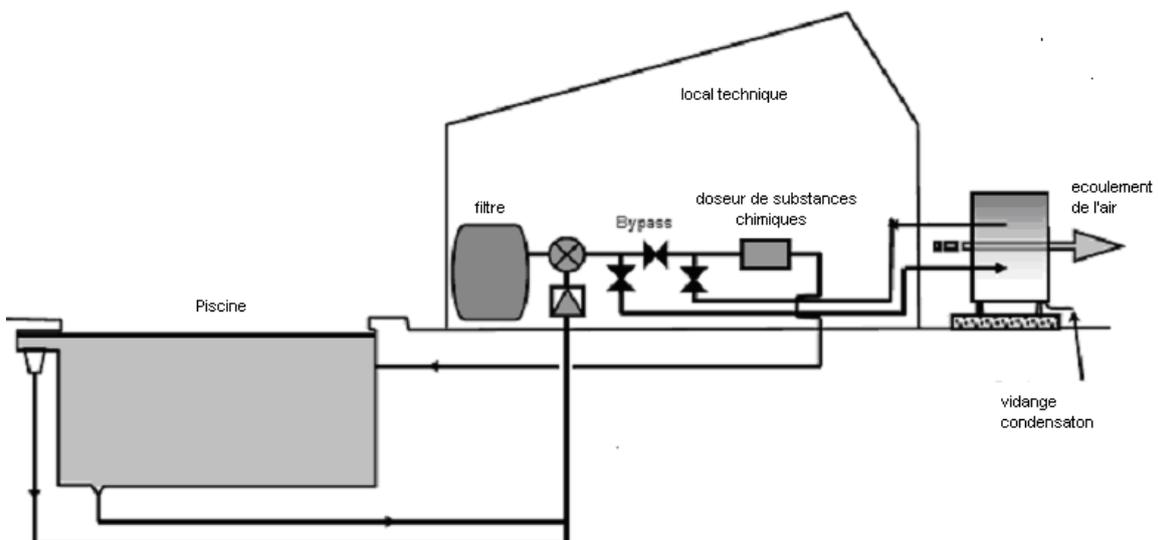

Figure 6: Disposition habituelle des composants qui constituent le circuit hydraulique.
- Vanne de by-pass sur le circuit hydraulique, voir Figure 6.
⚠ **Le débit d'eau minimal à l'entrée de la pompe à chaleur ne doit pas être inférieur à la valeur requise pour le modèle considéré, voir Paragraphe 2.** En cas de disposition du circuit comme sur la Figure 6, il est possible de régler le débit d'eau en agissant sur la vanne de by-pass.